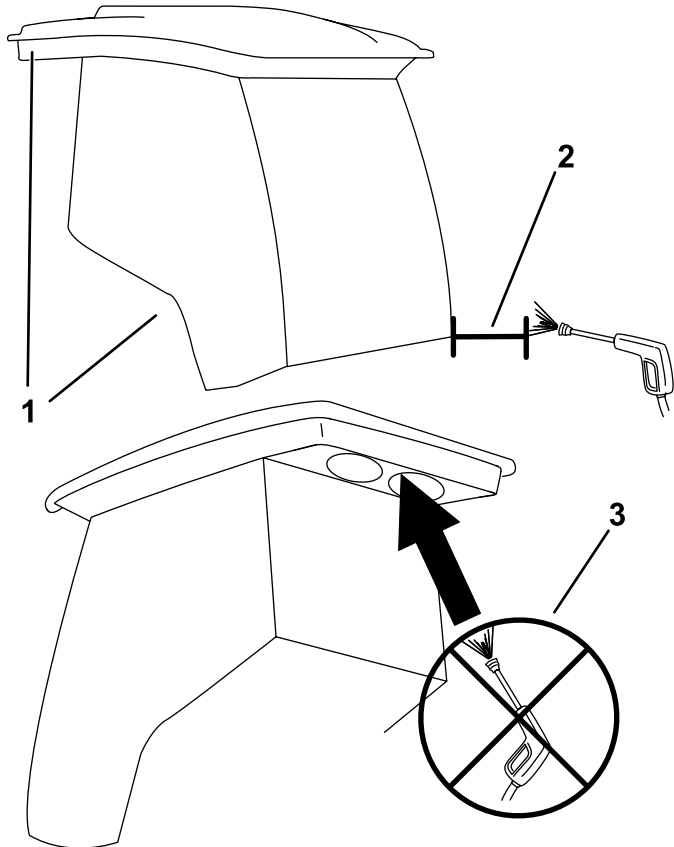

Figura 82
**Importante:** Tenga cuidado alrededor de las juntas de la cabina (Figura 82). Si utiliza una lavadora a presión, mantenga la lanza de la lavadora a una distancia mínima de 0.6 m (2') de la máquina. No dirija el chorro de la lavadora a presión directamente sobre las juntas de la cabina o por debajo del voladizo trasero.